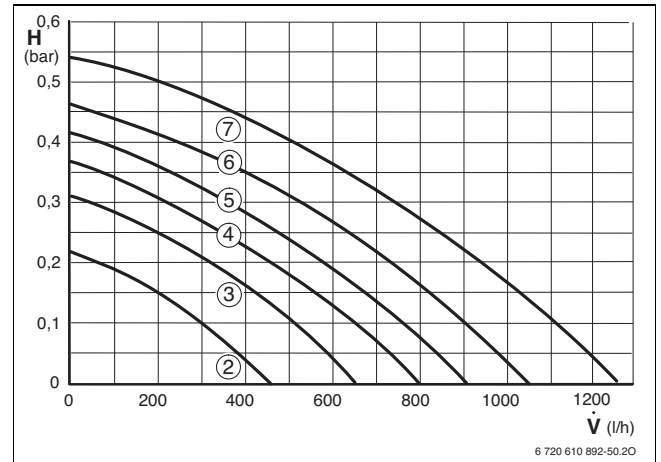

Bild 47 Pumpenkennlinien bei Z.N.-Geräten
**Legende zu Bild 47 bis 48:**